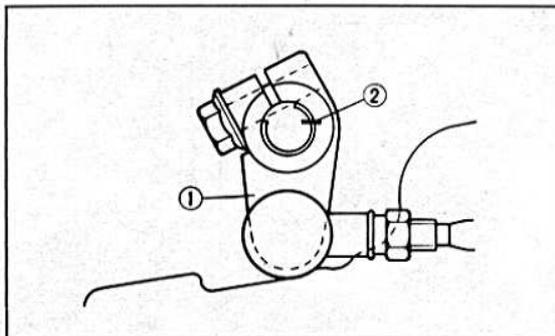

Bild 282
- Den Hebel der Schaltbetätigung vom Getriebe abnehmen. Dazu die Stellung des Hebels zur Achse zeichnen (Bild 282).